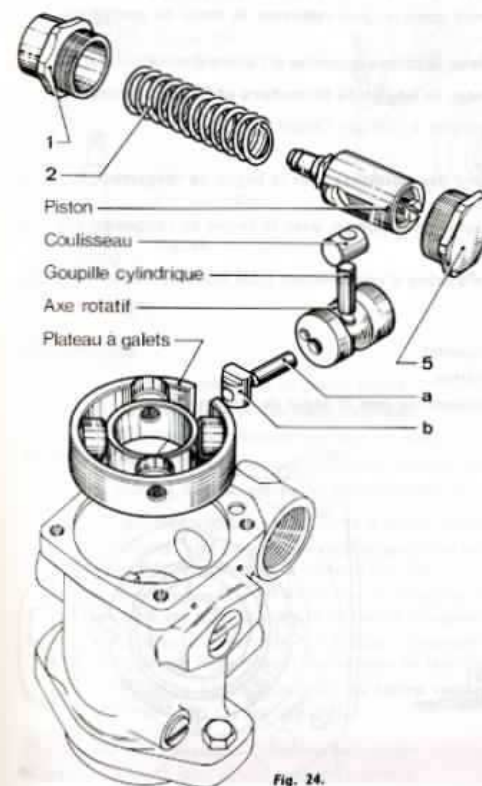
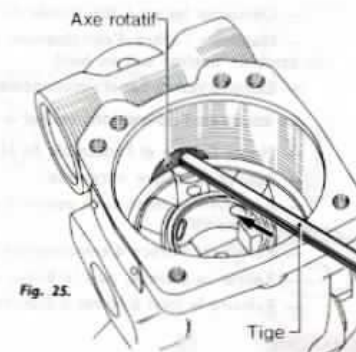

Fig. 24.
Fig. 25.
- Extraire l'axe rotatif du carter en le poussant vers l'extérieur à l'aide d'une tige (fig. 25), puis récupérer la goupille (a) et le coulisseau (b) (fig. 24).
- Sortir le plateau à galets par retournement du carter et récupérer la rondelle de friction (fig. 24 et 26).
- Mettre en place le coulisseau dans le piston, le trou de goupille orienté convenablement (fig. 24) (« coller » éventuellement le coulisseau avec de la graisse).
- Pour une rotation de **pompe à droite**, le ressort (2) du piston doit être à **droite** pour un observateur placé côté bride de fixation.
- Pour une rotation de **pompe à gauche**, le ressort (2) du piston doit être à **gauche** pour un opérateur placé dans les mêmes conditions (fig. 24 et 42).